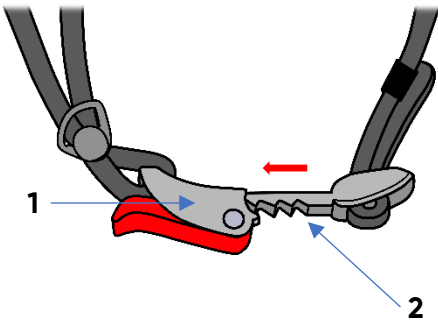
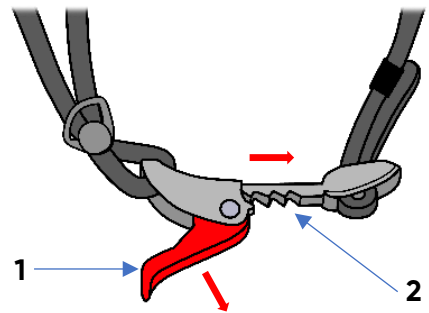

Fig. 4
Fig. 5
Per chiudere il sottogola, bisogna inserire nel gancio (1) l'elemento della cinghia (2) (Fig. 4). Per aprire il sottogola bisogna tirare la fibbia (1) e sbloccare l'elemento della cinghia (2) dal gancio. (Fig. 5)